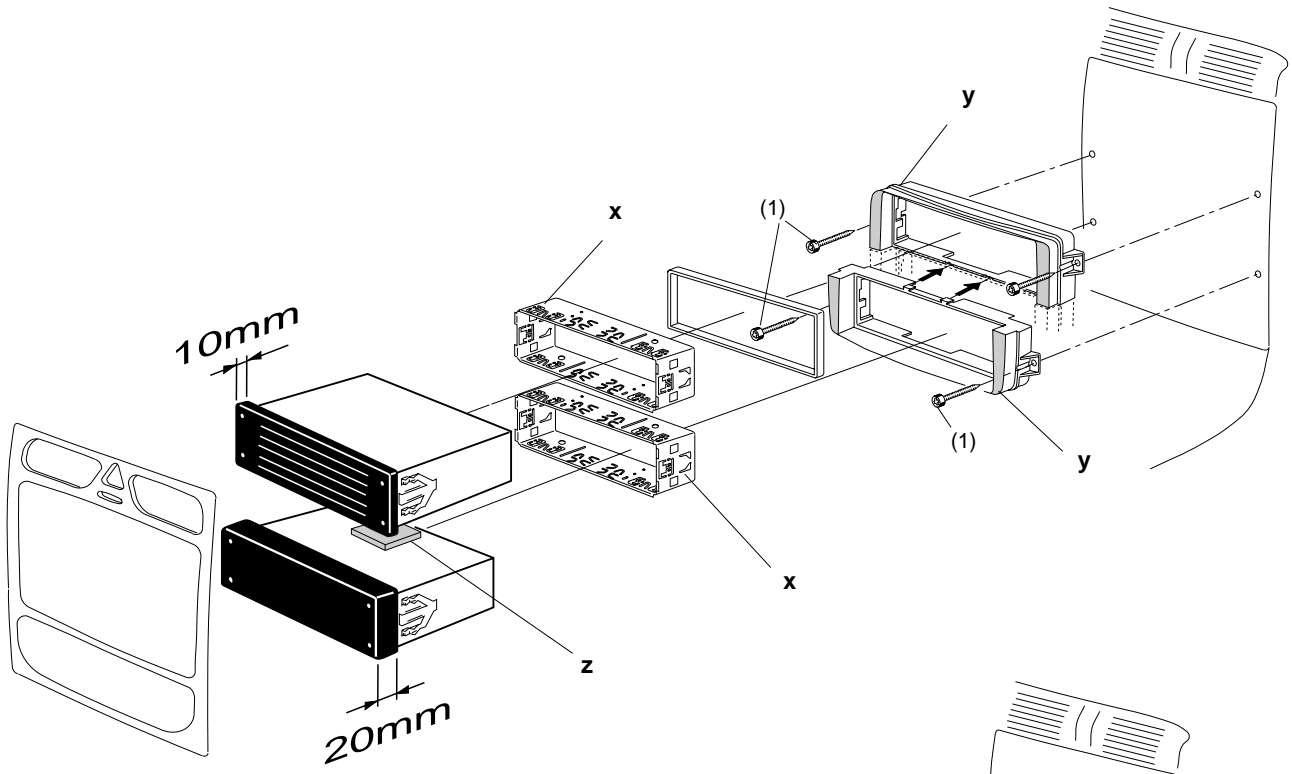

Fig. 2
Montaggio DIN doppio (vedasi Fig. 2).
3. I passi di montaggio sono analoghi a quelli citati per il DIN doppio (vedasi Fig. 2).
4. La schermatura di montaggio, in tal modo predisposta, viene avvitata sul cruscotto con 4 viti (1).
Inbouw dubbel-DIN (zie fig. 2)
Dubbel-DIN inmontering (se bild 2).
Montaje DIN doble (vedasi Fig. 2)
Instalação DIN duplo (vide Fig. 2).